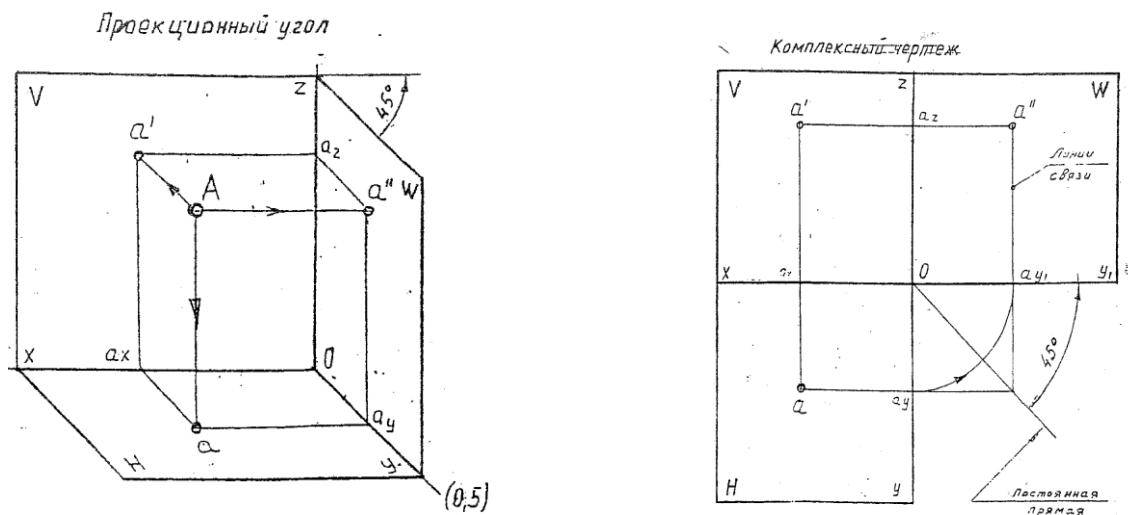

Рисунок 14 - Проекции точки
Комплексный чертеж, или эпюор Монжа (рис.14) - это чертеж, полученный прямоугольным проецированием точек или предмета на несколько взаимно перпендикулярных плоскостях проекций, а затем совмещением плоскостей проекции с одной плоскостью.
3. В конспекте начертить три плоскости проекции, как показано на рис. 14.